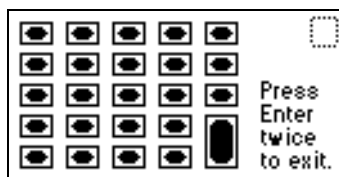

图 5-12 测试小键盘诊断屏幕
2. 按任意键开始测试，然后按每一个键进行测试，直到用户测试完所有的键为止。如果小键盘操作正确，每一个键位都将被填满，再按一次该键将清除（图 5-12）。在按键时，如果有的键不响应，请与“Waters 服务代表”联系。